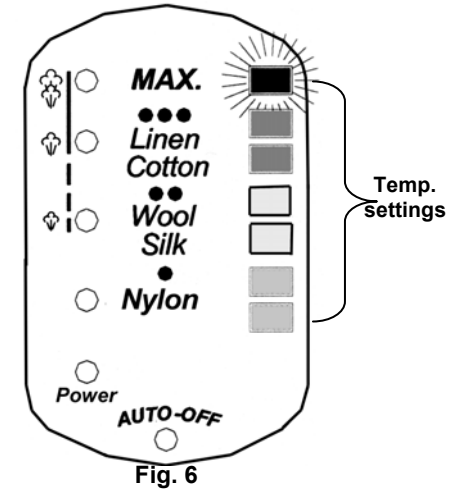

Fig. 6
4. La luz en el lado derecho del panel indicador dejará de destellar cuando la plancha llegue a la temperatura seleccionada (Fig. 6).
4. The light on the right side of the LED display panel will stop flashing when the desired temperature has been reached. (Fig. 6)